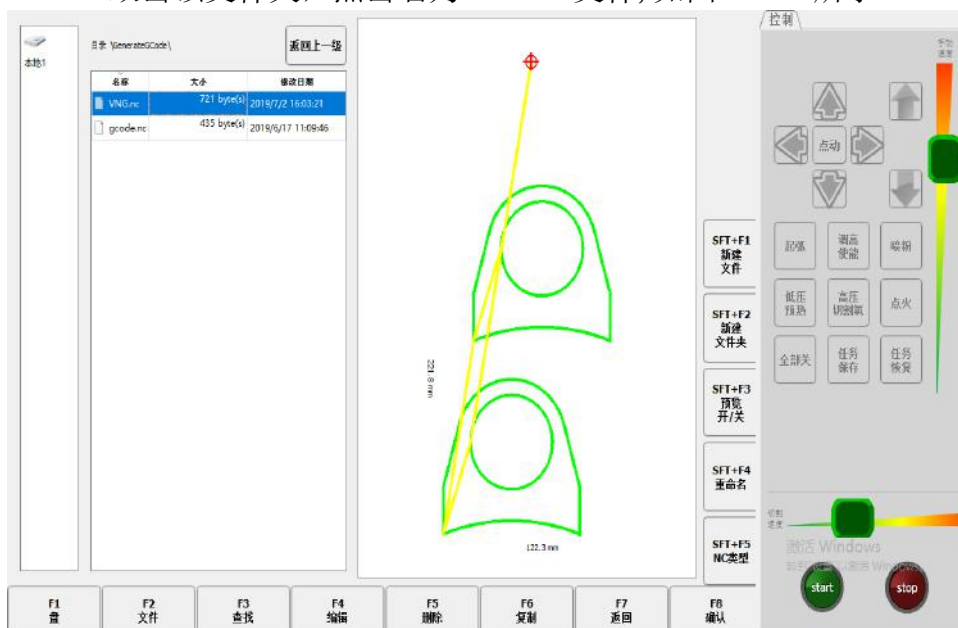

图 13.12 加工预览界面
- 双击该文件夹，点击名为 VNG.nc 文件，如图 13.12 所示